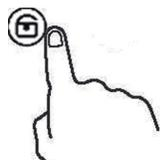

fig.4
- Para bloquear la encimera presione el botón LOCK (fig.4) mientras la enciende. Con el bloqueo de seguridad activado todos los botones del panel de control se desactivarán, a excepción del botón POWER.